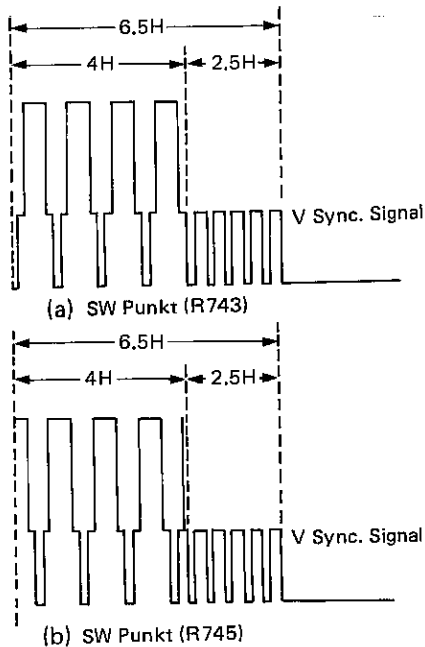

Abbildung 41.
4. Durch Wählen von (+) Sync. Gefälle mit dem Oszilloskop R743 (CH1 Phase) entsprechend den Erfordernissen in Abbildung 41 (a), einstellen.
5. Durch Wählen von (-) Sync. Gefälle mit dem Oszilloskop R745 (CH2 Phase) entsprechend den Erfordernissen in Abbildung 41 (b), einstellen.